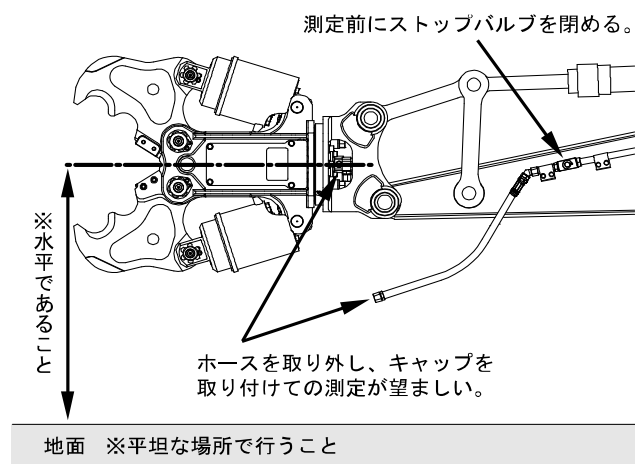
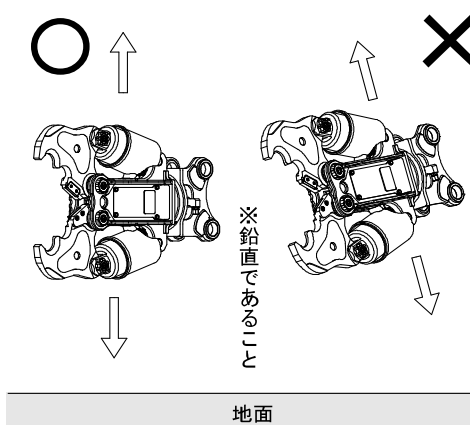

図7-2-1 開閉シリンダの伸縮量測定
図7-2-2 開閉シリンダの伸縮量測定
- ①エンジンを始動させ、アタッチメントの各開閉シリンダが上下(図7-2-1参照)の位置になるようアタッチメントを旋回させる。
- ②アタッチメントのフレーム中心が水平(図7-2-1参照)かつフレーム正面が鉛直(図7-2-2参照)になるように、アタッチメントの姿勢を調整する。
- ③アタッチメントのアームを最大開口まで開く。
- ④エンジンを停止させ、ストップバルブを閉める。(このとき、油圧ショベルアームに接続されたホースを取り外し、キャップを取り付けておくことが望ましい。)
- ⑤この状態で5分間放置してから、上側のシリンダの伸縮量を測定する。
- ⑥下側にあるシリンダが上側になるようアタッチメントを旋回させ、手順②～⑤にて伸縮量を測定する。